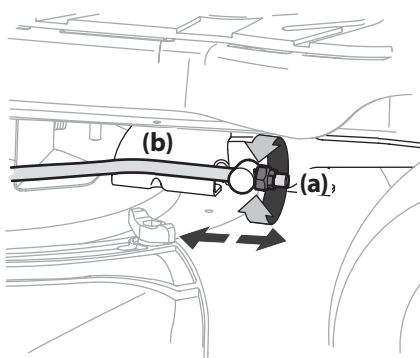

Figure 4-4
3. Repérez l'écrou autobloquant à bride (a) sur la partie avant de la tige de relevage de la prise de force (b). Voir Figure 4-4.